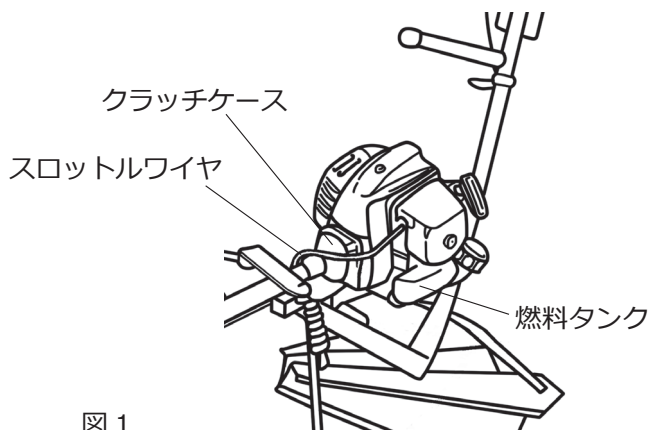

図1
- ① 図1のようにスロットルレバーをハンドルに組み付けてください。
- ② バンド2本でパイプマトメにスロットルワイヤを仮止めしてください。
- スロットルワイヤは図1、図2のように、クラッチケースの上側から燃料タンクの下側を取り回してください。